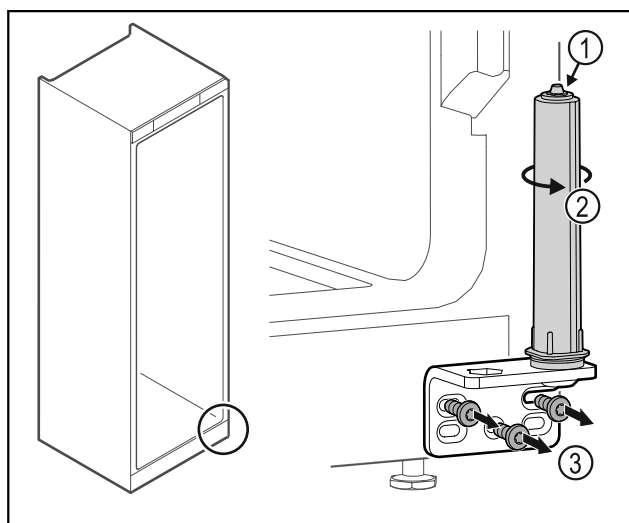

Fig. 21
- ▶ Ne razstavite sistema za zaklepanje vrat Fig. 21 (1).
- ▶ Obračajte zaporni sistem Fig. 21 (2), dokler ne klikne.
- ▶ Odvijte kotnik tečaja vrat Fig. 21 (3).